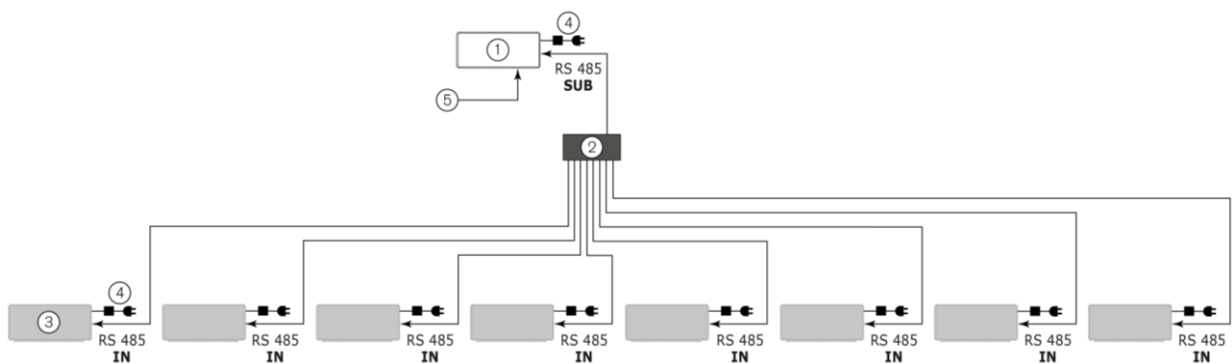

Bild 4.6 – RS-485 Splitter 8port CAT 5
- Beachten Sie die Versorgungsrichtung, da die Spannungsversorgung nur über die Buchse "RS 485 OUT" erfolgt (siehe Abbildung 4.6).